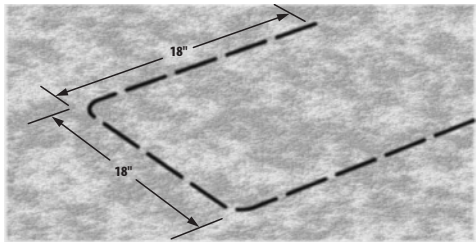
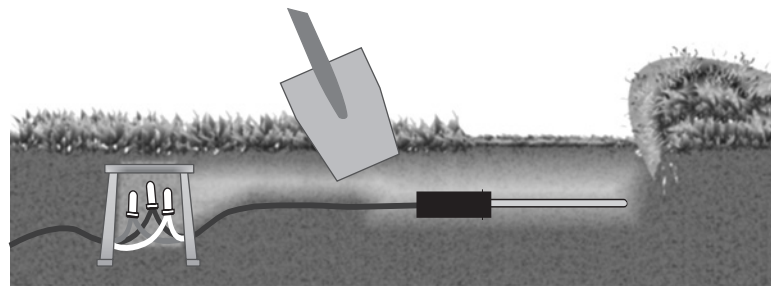

Abb. 3
Abb. 4
4. Stechen Sie mit der Schaufel drei Seiten eines Quadrats mit 46 cm Seitenlänge ca. 15 cm tief ab. Dieser Schlitz sollte U-förmig aussehen (siehe Abb. 3). Stechen Sie die Schaufel ungefähr 10 cm tief ein und heben Sie die Grassoden auf der gesamten Breite so ab, dass eine ebene Fläche von 10 cm Tiefe entsteht. Graben Sie ungefähr 15 cm von einer Seite dieser Öffnung entfernt auf gleiche Weise ein Loch, um eine Ventilbox mit 18 cm \varnothing unterzubringen, die als Anschlussdose verwendet wird. In dieser Anschlussdose wird ein zusätzliches Kabel vom Sensor zum Zonenkabel von Schritt 3 verklemmt. Ziehen Sie einen schlitzförmigen Graben von der Anschlussdose zur Basis der quadratischen Öffnung für den Sensor (siehe Abb. 4).